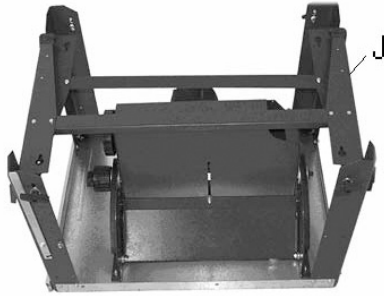

Fig. 2
- Fäll ut fötterna rakt (J, bild 2) och dra åt muttrarna.